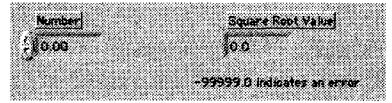

Рис. 6.25
2. Создайте лицевую панель, изображенную на рис. 6.25.